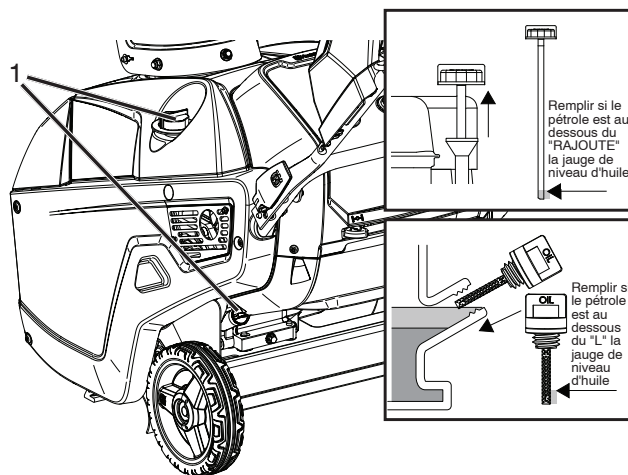

Figure 10
2. Nettoyer la zone autour de la jauge (Figure 10).